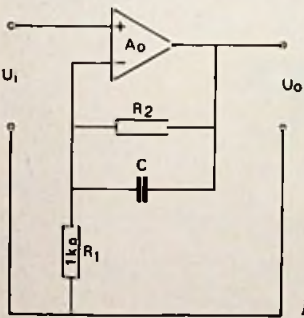
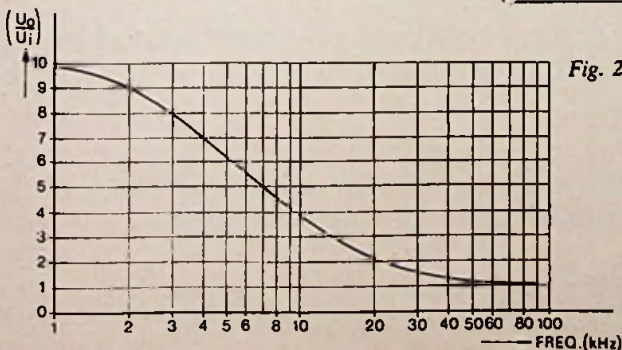

Fig. 27.
Fig. 28.
5. De amplitude-karakteristiek van de schakeling van fig. 27 is getekend in fig. 28.
b. Nadert ω tot 0, dan nadert volgens fig. 28 de versterking tot 10. Volgens bovenstaande formule is dit gelijk aan $(R_1 + R_2)/R_1$. We vinden dus $(R_1 + R_2)/R_1 = 10$, en omdat $R_1 = 1 \text{ k}\Omega$, is $R_2 = 9 \text{ k}\Omega$.
paald door de parallelschakeling van R_2 en C. Volgens fig. 28 is de versterking gedaald van 10 tot 7, d.i. met een factor $\sqrt{2}$, bij een frequentie van 4 kHz. De modulus van de impedantie van R_2 en C moet dan gelijk zijn aan $R_2/\sqrt{2}$. Dit is het geval als $1/\omega C = R_2$. Voor C vinden we dus: